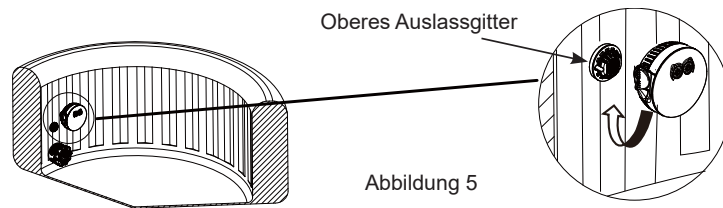

Abbildung 5
5. Schrauben Sie das Spa LED-Licht auf das Fitting des oberen Auslassgitters der Spa-Wanne; nur mit der Hand festdrehen (siehe Abbildung 5).